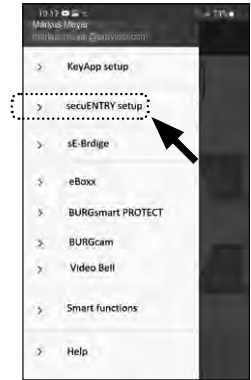

Abb. 57
- 2 Tippen Sie den Menüpunkt „secuENTRY setup“ (Abb. 57) an.